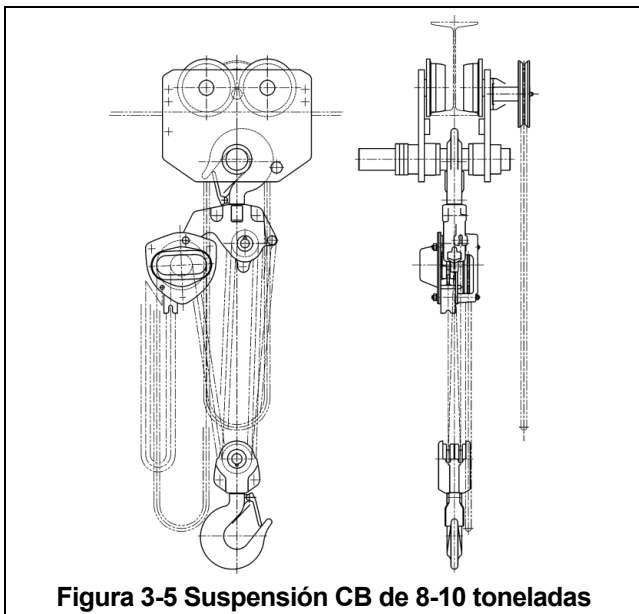

Figura 3-5 Suspensión CB de 8-10 toneladas
- 3.1.3 Para capacidades de 8 a 10 toneladas, los polipastos/tecles de cadena modelo serie CB de KITO/Harrington se suspenden con el gancho directamente en el eje de suspensión del trole como se muestra en **Figura 3-5**. Como el polipasto/tecle está suspendido directamente en el gancho, no se necesita una preparación adicional del polipasto/tecle. Vea la **Sección 3.4** para obtener más información sobre el ensamblaje del trole.